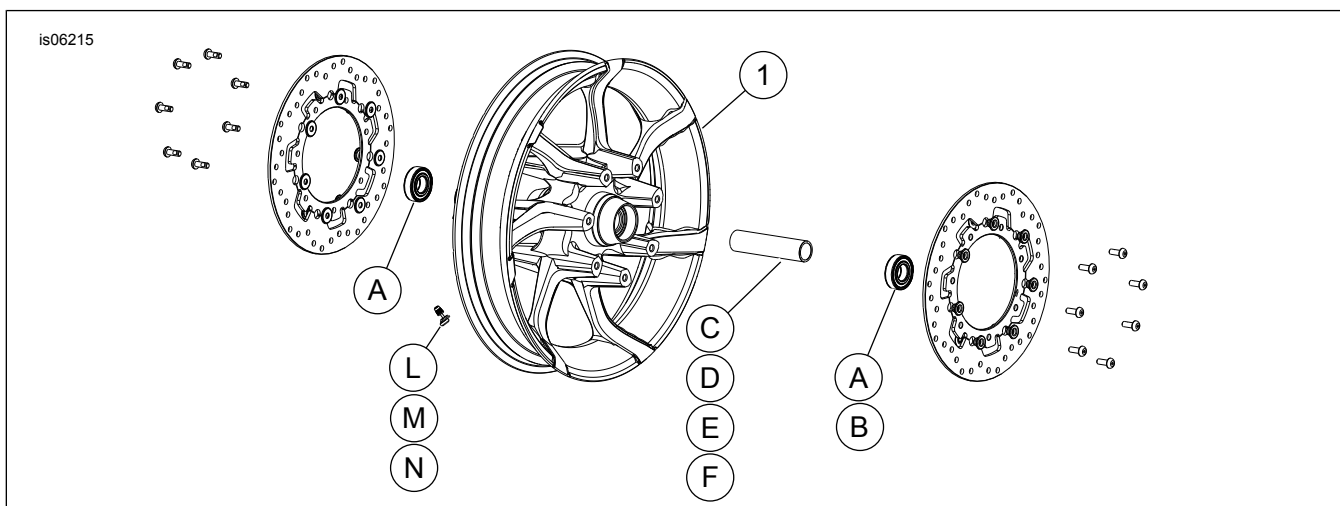

Figura 1. Peças de reposição: Rodas Agitador dianteiras (as mostradas são de 19 polegadas)
Veja Figura 1 e as tabelas de peças de reposição.
2. Veja Figura 1. Instale o conjunto da haste da válvula (L) na roda. Veja o Manual de serviço.